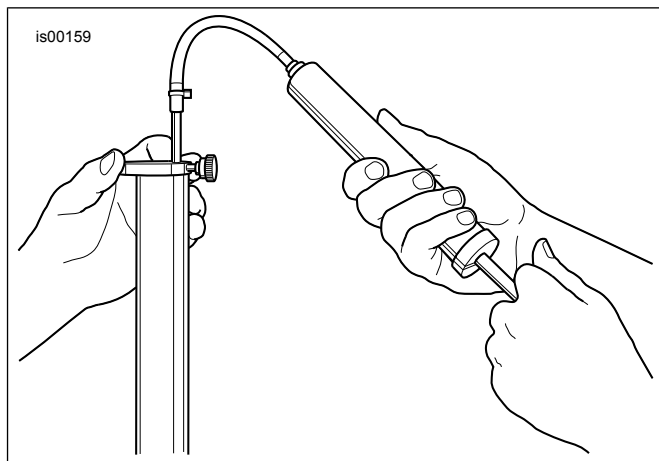

Abbildung 7. Überschüssiges Gabelöl entfernen
14. Siehe Abbildung 7. Den Gabelölstand bei komprimiertem Tauchrohr und ausgebauter Hauptfeder auf 120 mm (4.72 in) unter der Oberseite des Tauchrohrs einstellen. Wie folgt vorgehen:
15. Die Hauptfeder (1) mit dem eng gewickelten Teil nach unten in das Gleitrohr (E) einbauen.
16. Die Federscheibe (S) und dann den Federring (T) (von der Originalgabel) einbauen.
17. Die Gleitrohrkappe (A) und den O-Ring (B) oben auf dem Gleitrohr anbringen. Die Kappe auf ein Drehmoment von 29,9–80 N·m (22–59 ft-lbs) anziehen.